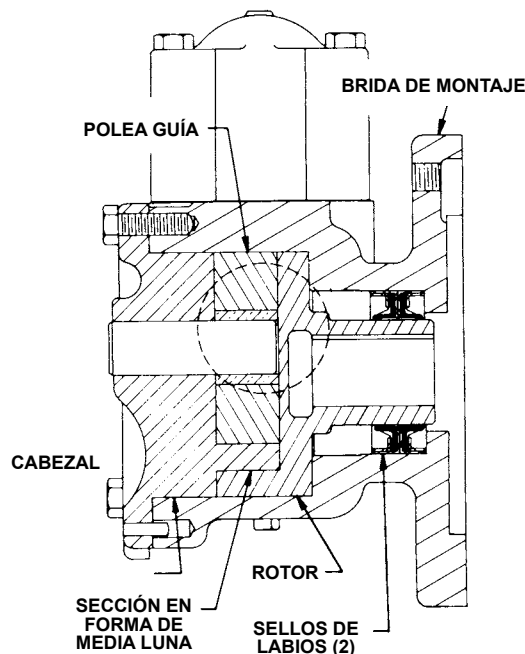

FIGURA 8
**Para volver a montar los modelos H75, HJ75 ó HL75 Bombas con sellos de labios: Consulte la Figura 8**
guía y de la sección en forma de luna. (Consulte la Figura 8 y el Paso 2 de Desmontaje). Apriete los tornillos prisioneros del cabezal y luego revise el espacio final.